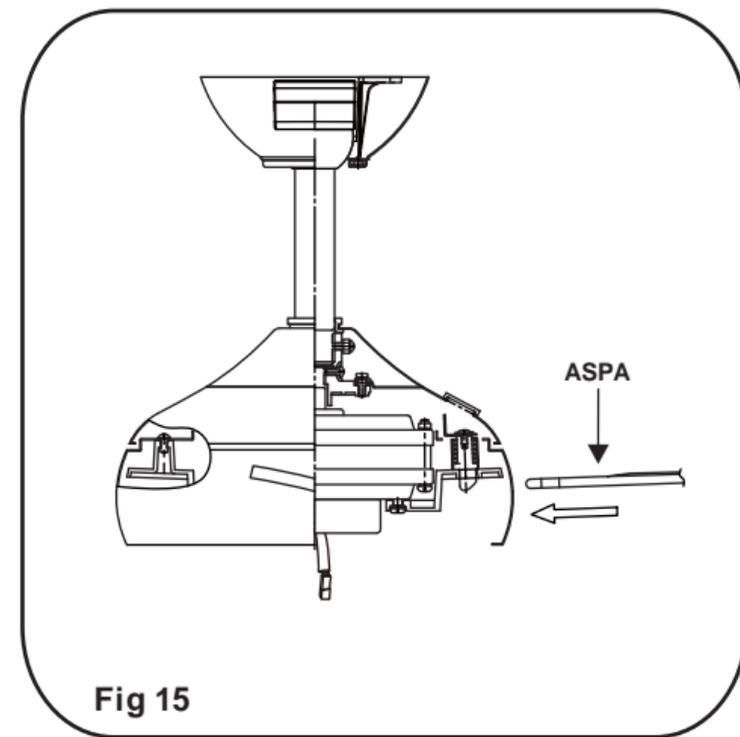

Fig 15
Paso 1. (Fig. 15) Introduzca la aspa por la ranura de la aspa en el ensamblaje del motor. Empuje la aspa hasta que quede ajustada. Usted debera escuchar un clic cuando el perno de seguridad enganche la aspa.